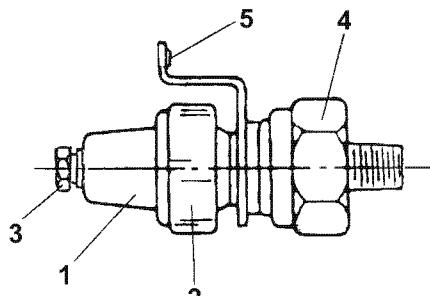

Рис. 38
- Измерьте сопротивление R1 между основным корпусом (Рис. 38, (2)) и выходной клеммой (Рис. 38, (3)) и между основным корпусом (Рис. 38, (4)) изоляционного переходника и клеммой заземления (Рис. 38, (5)) датчика (Рис. 38, (1)).
- Измерьте сопротивление R2 между клеммой (Рис. 38, (3)) и клеммой заземления (Рис. 38, (5)). Если измеренное значение превышает предельно допустимое значение, замените датчик.
- Установите датчик на двигатель (проводы не подключайте), запустите двигатель и измерьте сопротивление R3 между клеммой (Рис. 38, (3)) и клеммой заземления (Рис. 38, (5)), когда двигатель работает. Если измеренное значение меньше допустимого значения, замените датчик.